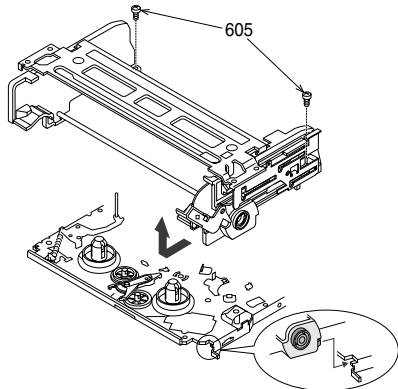

Fig. 3
- Dévisser les 2 vis (Pos. 605, Fig. 3).
- Pousser le logement cassette dans le sens de la flèche (Fig. 3) et l'enlever.